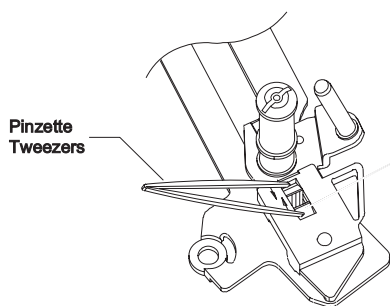
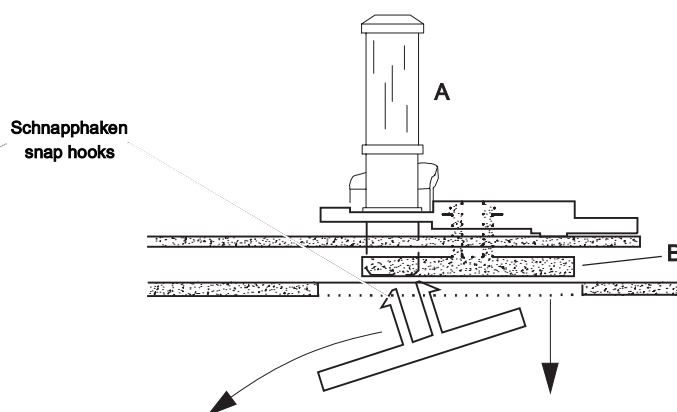

Fig. 19
Fig. 20
- Mit einer Pinzette die beiden Schnapphaken zusammendrücken und die Umlenkrolle von der Platte (Fig. 19) abnehmen.
- Mit einer Pinzette die beiden Schnapphaken zusammendrücken (Fig. 19) und die Umlenkrolle "A" von der Platte "B" abnehmen (Fig. 20).
- Fädelarm links aus der Platte aushängen und diese durch die Aussparung im Chassis nach unten aus dem Laufwerk entfernen (Fig. 20).